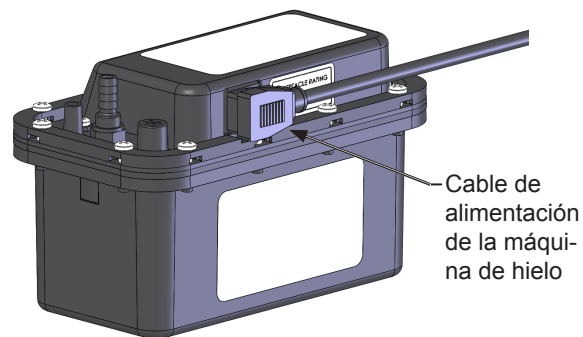

Figura 40
5. Desconecte el cable de alimentación de la máquina de hielo de la bomba de drenaje (vea la Figura 40).